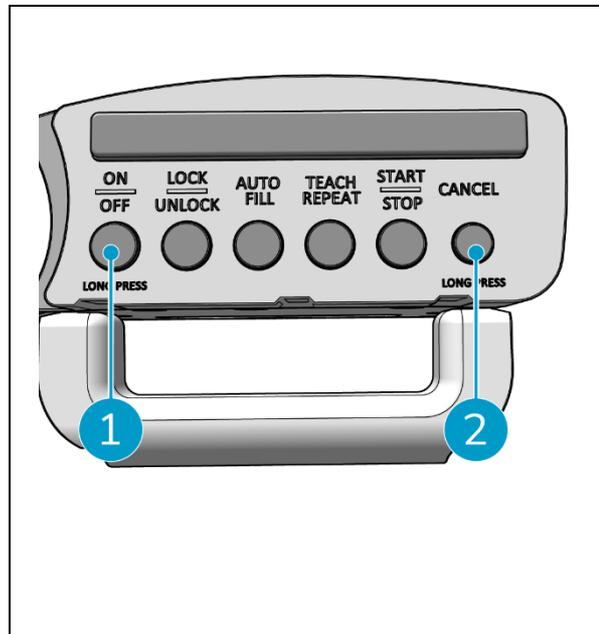

Figura 48
2. Tenere premuto il pulsante ON/OFF (Figura 48, pos. 1) e il pulsante CANCEL (Figura 48, pos. 2) sul controller dell'impugnatura. Il controller dell'impugnatura emette 3 segnali acustici per indicare che il collegamento è stato eliminato.